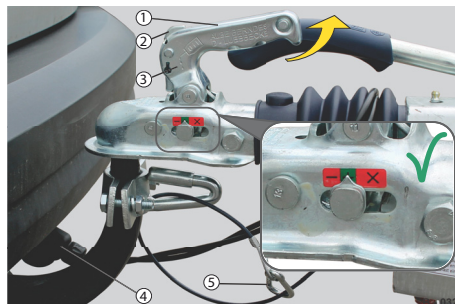

Abb. 10 Beispiel: Gebremster Anhänger, angekuppelt
- Abhebeversuch: Zur Kontrolle den Handgriff (Abb. 10/1) - ohne die Sperrklinke (Abb. 10/2) zu betätigen - nach oben ziehen.
- Das Fang- / Abreißseil (Abb. 10/5) an der Vorrichtung bzw. an einer Öse an der Zugvorrichtung am Kfz befestigen. - Abb. siehe „Anhänger sichern (ungebremst)“ auf Seite 75 oder siehe „Anhänger sichern (gebremst)“ auf Seite 76.